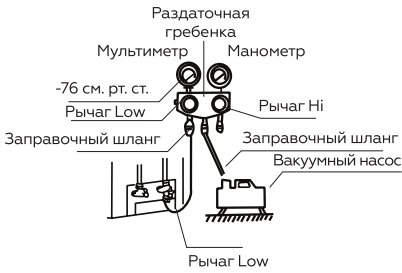

Рис. 37
3. Полностью откройте нижний рычаг раздаточной гребенки (см. Рис. 37).